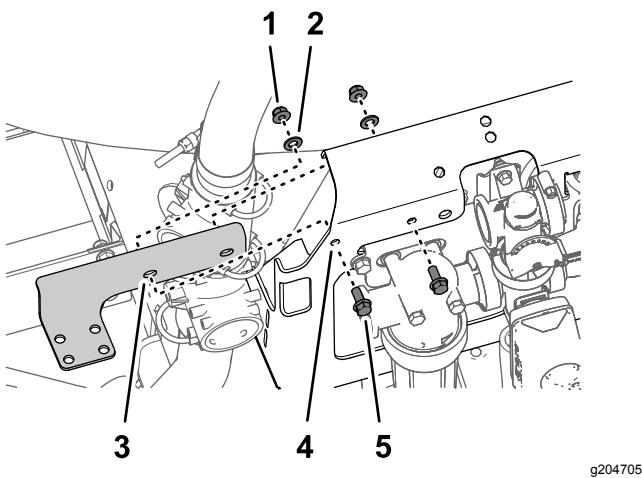

Рисунок 6
1. Установите монтажный кронштейн клапана на переднюю часть опоры клапана (Рисунок 6) с помощью 4 болтов с фланцевыми головками (5/16 x 3/4 дюйма), 4 фланцевых контргаек (5/16 дюйма) и 4 шайб (5/16 дюйма).